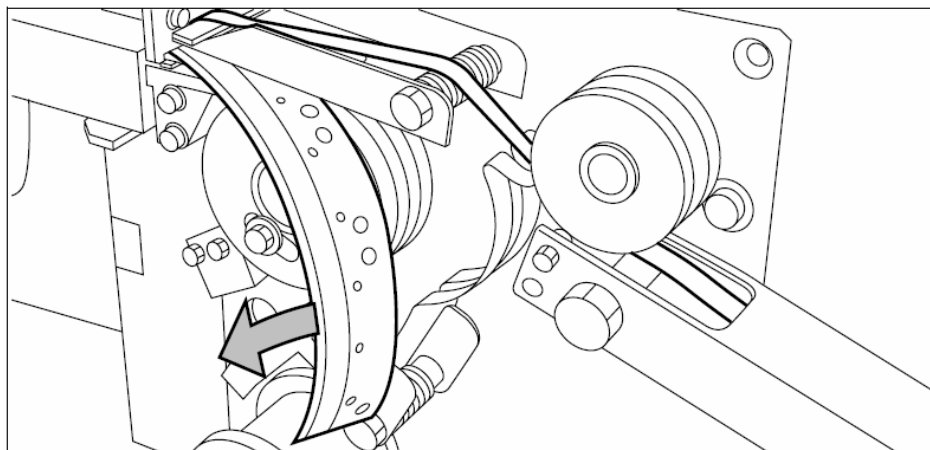

Рисунок 153. Удаление самоклеящейся ленты
3. Удалите всю самоклеющуюся ленту, которая находится между роликами и ножами (смотрите рисунок 153).